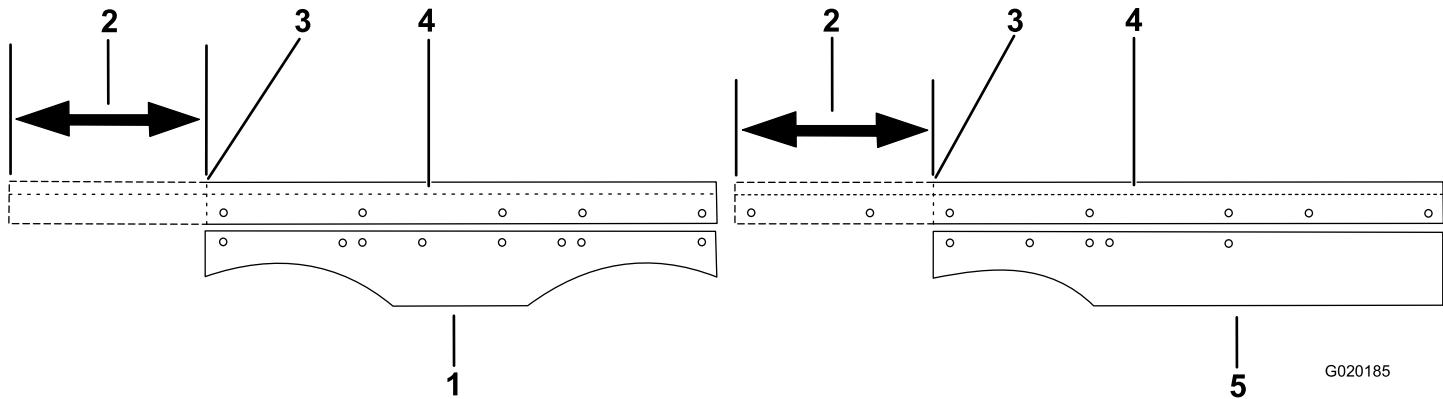

Figura 3
- Para carcasas de 52 pulgadas, recorte los patines del faldón en la segunda muesca en el mismo lado, según se muestra en Figura 3. Luego desplace el faldón de modo que los taladros del patín del faldón queden alineados con los taladros de la carcasa de corte de 52 pulgadas.